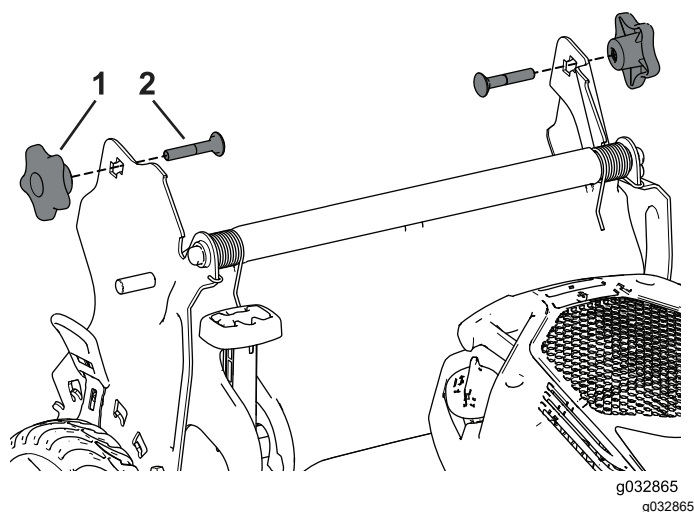

Figura 24
4. Insira um parafuso de carroçaria (com a cabeça do parafuso voltada para dentro) no suporte da pega e o orifício superior na extremidade da pega. Certifique-se de que as extremidades quadradas de cada parafuso de carroçaria encaixam no orifício quadrado superior ou inferior no seu suporte da pega correspondente (Figura 24).